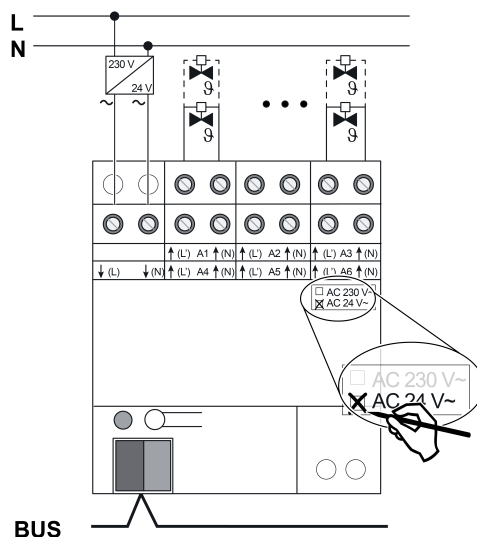

Рисунок 3: Подключение сервоприводов 24 В
- Сервоприводы 24 В пер. тока подключать согласно схеме подключений (рисунок 3).
- Подключить питание сервоприводов к клеммам $\downarrow(L)$ и $\downarrow(N)$ (1).